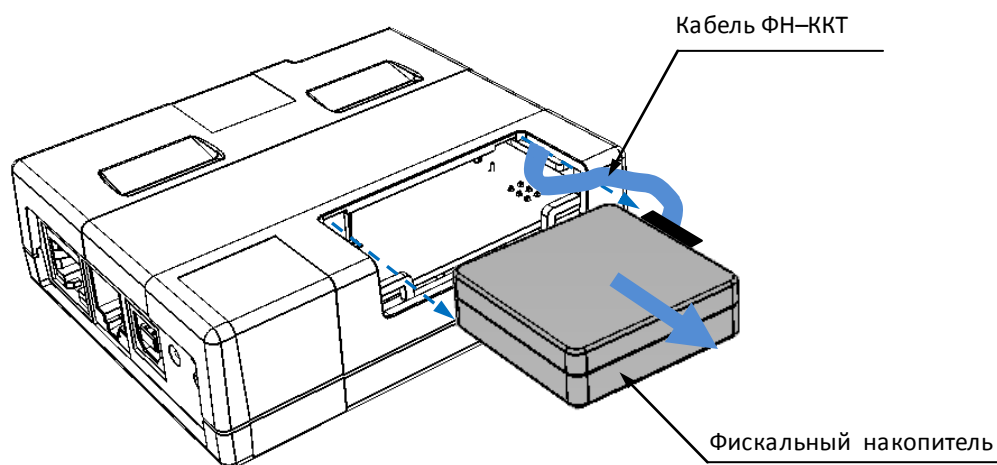

Рисунок 7. Извлечение фискального накопителя
5. Открыть крышку отсека для фискального накопителя (смотрите рисунок 7 на странице 12).